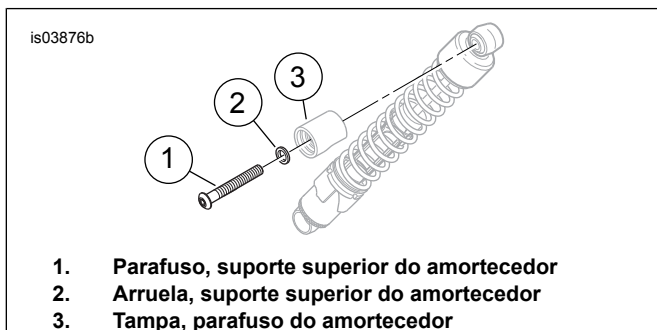

Figura 3. Suporte superior do amortecedor traseiro, modelos ano 2000 e posteriores
2. Veja a Figura 3. Remova o parafuso 1/2-13 (1), a arruela (2) e a tampa do amortecedor (3). Descarte o parafuso e a tampa, mas guarde a arruela para a instalação posterior.